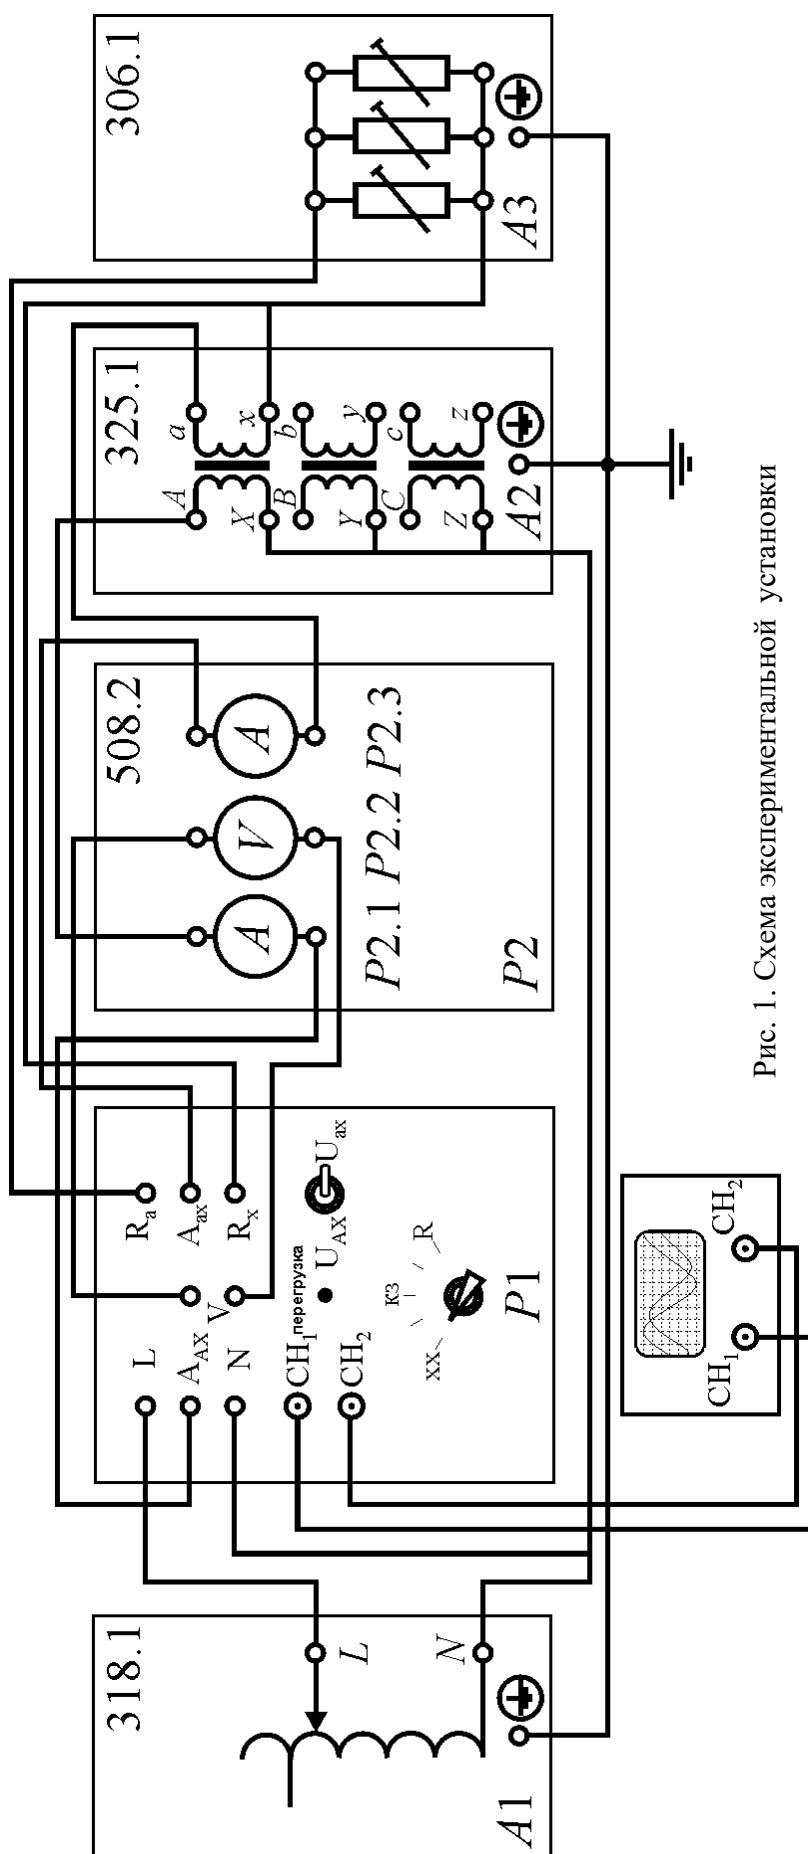

Рис. 1. Схема экспериментальной установки
Соберите электрическую схему в соответствии с рис. 1.
- режимы работы мультиметров блока $P2$ в соответствии с обозначениями на рис. 1.